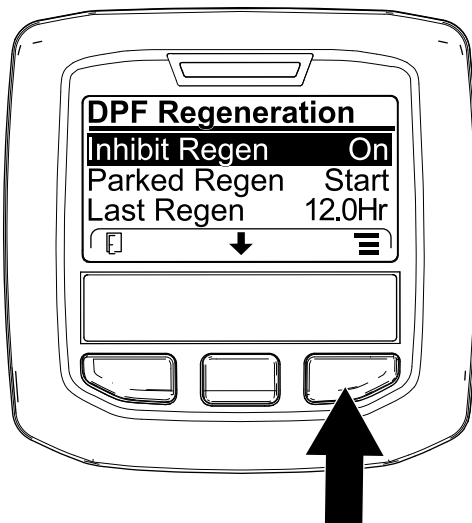

Figure 35
1. Ouvrez le menu Régénération du FAP, appuyez sur le bouton central pour naviguer jusqu'à l'option INHIBIT REGEN et appuyez sur le bouton droit pour la sélectionner (Figure 35).